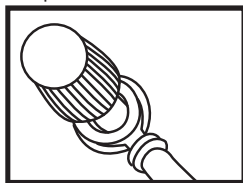

Fig. 1
- Svitare il dado rosso [16] sul convertitore di tensione [1]. Far passare l'occhiello della forcella rosso del cavo con lo spinotto accendisigari da 12 V per autovetture [12] con l'apertura attraverso il collegamento a vite [7] (vedere Fig. 1). Accertarsi di posizionare la rondella tra l'occhiello della forcella e il dado [16].
- Svitare il dado nero [17] sul convertitore di tensione [1]. Far passare l'occhiello della forcella nero del cavo con lo spinotto accendisigari da 12 V per autovetture [12] con l'apertura attraverso il collegamento a vite da 12 V [8] (vedere Fig. 1). Accertarsi di posizionare la rondella tra l'occhiello della forcella e il dado [17].
- Svitare il dado rosso [16] sul convertitore di tensione [1]. Far passare l'occhiello della forcella rosso del cavo con il morsetto rosso [10] attraverso il collegamento a vite da 12 V [7] (vedere Fig. 1). Accertarsi di posizionare la rondella tra l'occhiello della forcella e il dado [16].
l'occhiello della forcella nero del cavo con il morsetto nero **11** attraverso il collegamento a vite **8** (vedere Fig. 1). Accertarsi di posizionare la rondella tra l'occhiello della forcella e il dado **17**.